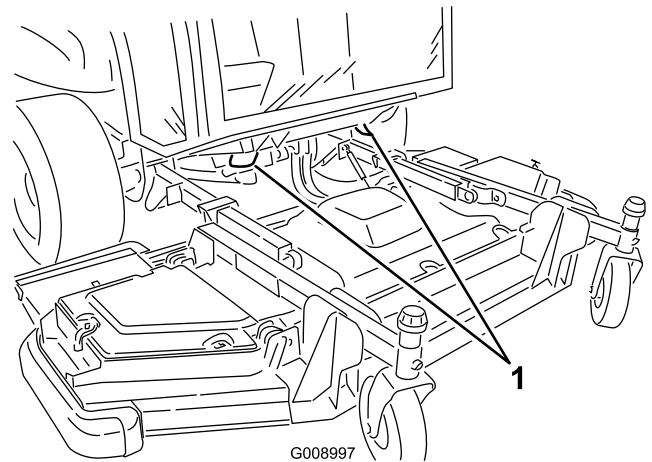

Figure 41
**Avant de la machine** – sous l'avant de la plateforme de l'utilisateur (Figure 41)